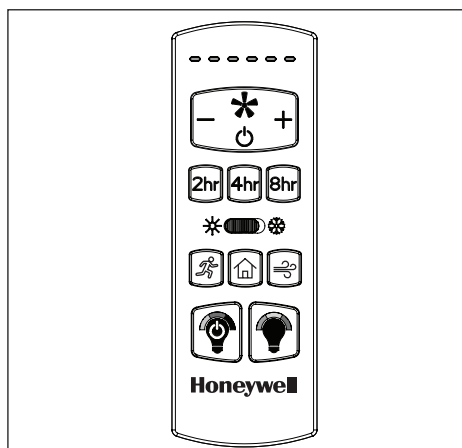

Figure 5.2
2. Pour faire fonctionner le ventilateur au moyen de la télécommande, appuyez, puis relâchez les boutons suivants (Figure 5.2) :